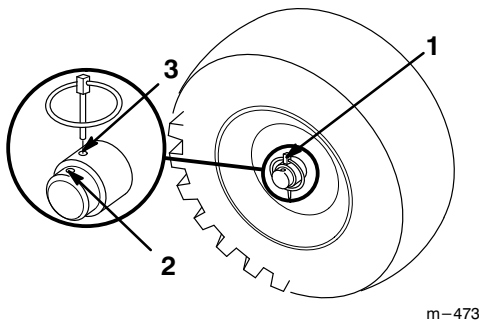

Abbildung 4
8. Die Räder nach innen schieben und den Achszapfen durch die Bohrungen in der Radnabe und durch die **innere** Bohrung der Achse anbringen (Abb. 4).